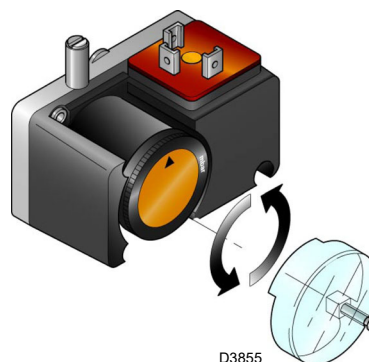

Abb. 31
- Den Druckwächter für die Dichtheitskontrolle (Kit PVP)(Abb. 31 auf Seite 32), falls vorhanden, gemäß den dem Kit beiliegenden Anweisungen einstellen.
Stellen Sie den Druckwächter für die Dichtheitskontrolle (Kit PVP)(Abb. 31) gemäß den dem Kit beiliegenden Anweisungen ein.